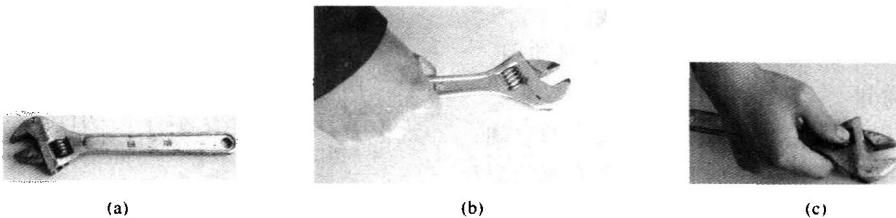

图 1-13 活动扳手的结构与使用
销等构成,如图 1-13 (a) 所示。蜗轮可调节扳口大小。其规格用长度×最大开口宽度(单位为毫米)来表示,电工常用的活动扳手有 150mm×19mm (6in)、200mm×24mm (8in)、250mm×30mm (10in) 和 300mm×36mm (12in) 等四种规格。
- 1) 扳动大螺母时,常用较大的力矩,手应握在近柄尾处,如图 1-13 (b) 所示。
2) 扳手较小螺母时,所用力矩不大,但螺母过小易打滑,故手应握在接近扳头的地方,如图 1-13 (c) 所示,这样可随时调节蜗轮,收紧活动扳唇,防止打滑。